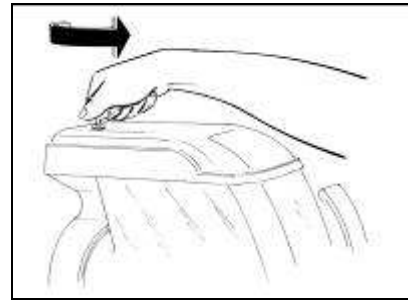

Fig. 9
- Dopo aver rimosso il fermo attraverso l'apposita chiave (fig.9), rimuovere prima il coperchio di sicurezza, poi il sottocoperchio come mostrato in figura 10.